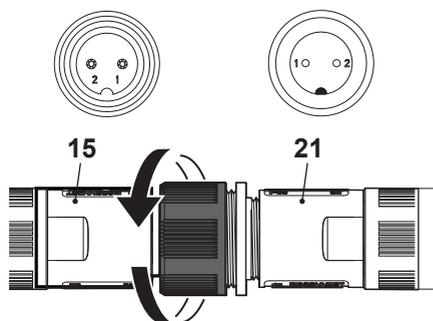

Fig. 1
- > Alignez l'encoche et la rainure des connecteurs (15 et 21) et reliez-les ensemble. Fixez la liaison en resserrant la douille filetée (Fig. 1).